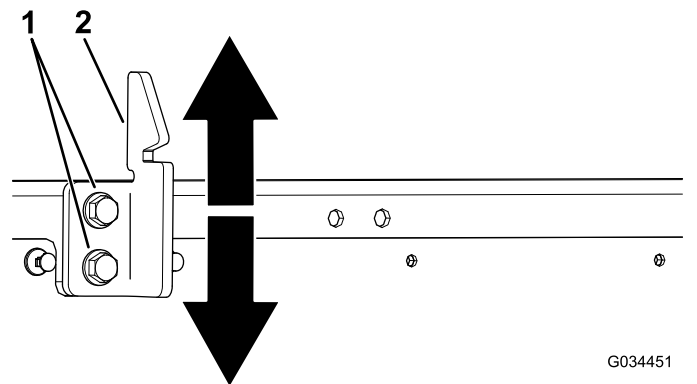

Figure 64
3. Desserrez les 2 boulons sur la gâche du loquet et montez ou descendez la gâche selon qu'elle est trop haute ou trop basse (Figure 64).
4. Serrez les 2 boulons sur la gâche du loquet du plateau (Figure 64).